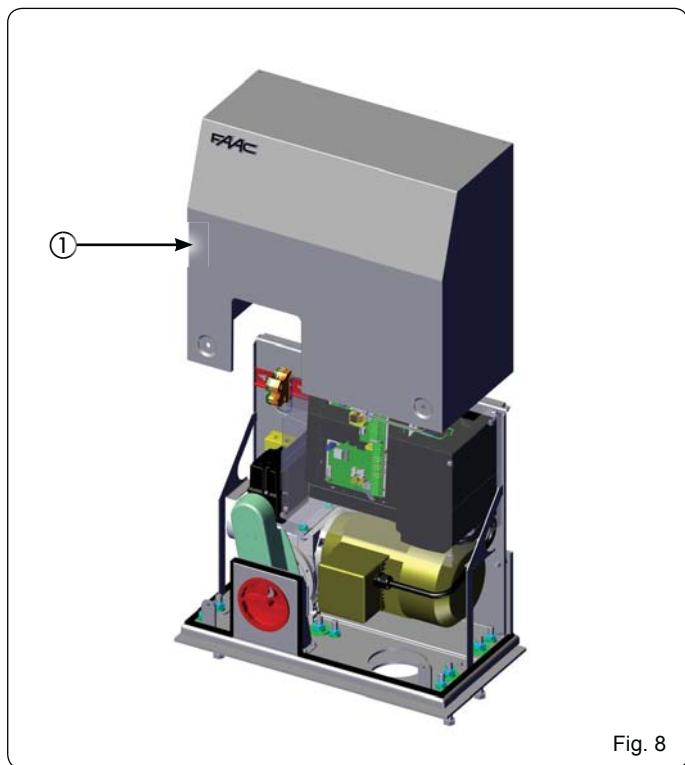

Fig. 8
1. Démontez le carter de protection en le soulevant (Fig. 8 réf. ①).